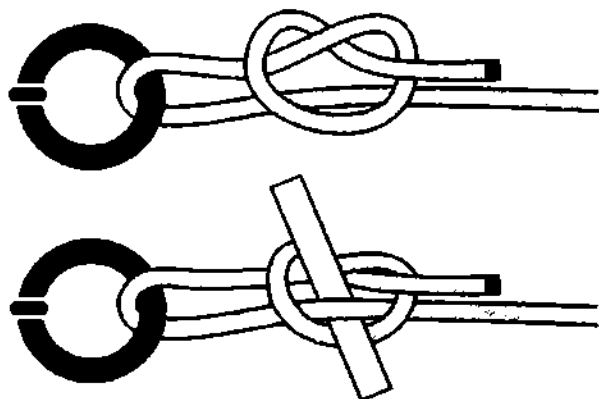

Рис. 360. Скользящий простой узел с клевантом.
**Бегающий простой узел** можно завязать с клевантом. Ходовым концом вяжется **простой узел**, который накладывается сверху на коренной конец (рис. 360). Узел легко